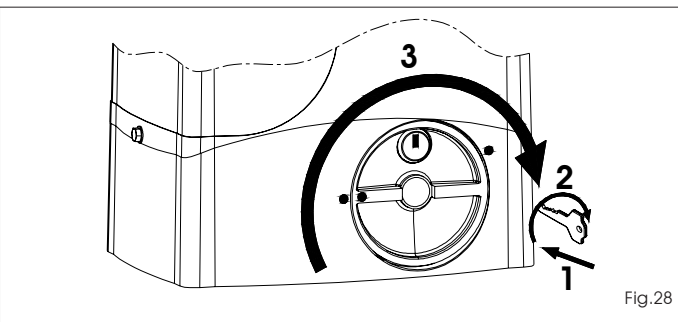

Fig.28
- 1) Introduire la clé spécifique fournie et la tourner dans le sens des aiguilles d'une montre d'après la Fig. 28 réf. 1 et 2.
- 2) Tourner le système de déverrouillage dans le sens des aiguilles d'une montre jusqu'à l'arrêt mécanique, Fig. 28 réf. 3.